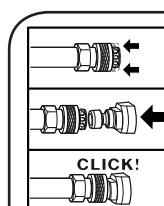
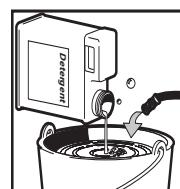
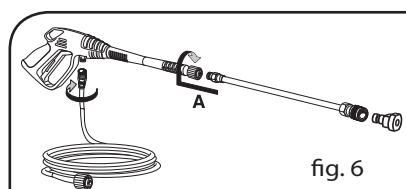

fig. 2A
fig. 2B
fig. 6
Insira o bico CHEMICAL na lança (fig. 2A). Submire o tubo de aspiração munido de filtro no tanque do detergente (fig. 2B). Ao acender o aparelho: a mistura do detergente com a água realiza-se automaticamente na passagem da água.
2. Engate o tubo de alta pressão à pistola. Insira a lança na extensão da pistola e rode a extremidade da pistola até a posição de bloqueio (fig. 6). Insira o bico (fig. 2A).